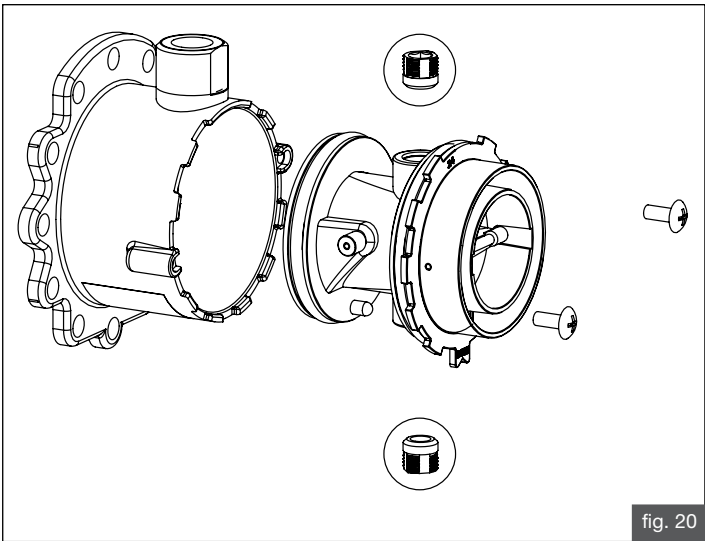

fig. 20
- aprire il miscelatore come illustrato in fig.20;